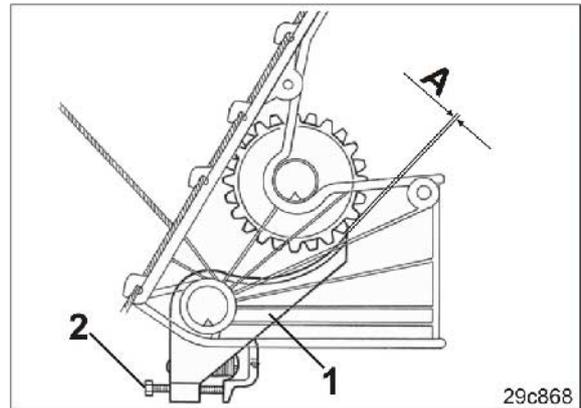

Fig. 220
2. Verificar la marcha suave de las trampillas (Fig. 220/1).
La distancia "A" (Fig. 220) entre trampilla y rueda sembradora es de 0,1 mm a 0,5 mm.
5. Ajustar con el tornillo (Fig. 220/2) la distancia predefinida.